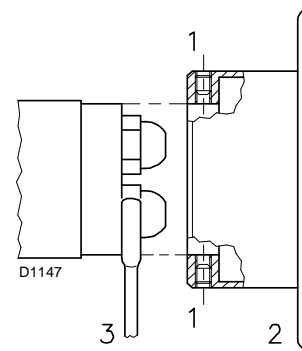

Fig. 15
- coloque la llave en el orificio central en el disco de estabilidad de la llama o afloje los tornillos 1)(Fig. 15);
- retire el disco 2)(Fig. 15) y reemplace las boquillas utilizando una llave de tuercas 3).